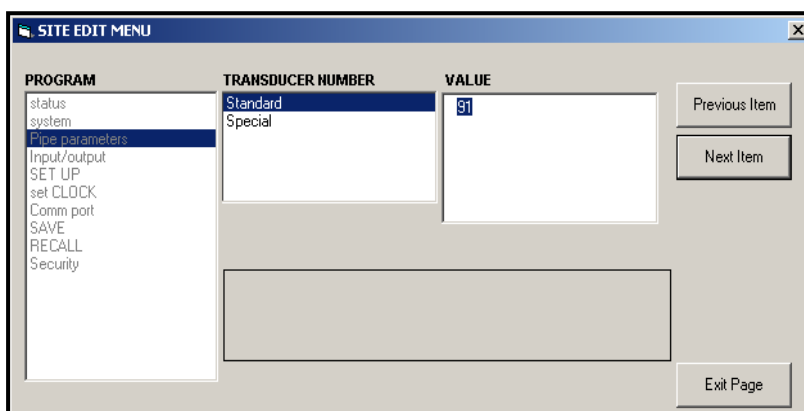

Figura 38: Opción *Parámetros de tubería* en el menú de edición del sitio
- a. Resalte y haga doble clic en la opción deseada en el panel izquierdo. Figura 38 muestra la primera entrada (Número de transductor) en la opción *Pipe Parameters* (*Parámetros de tubería*). El título situado encima del panel central muestra la entrada actual, mientras que el panel central muestra las selecciones disponibles para esa entrada.